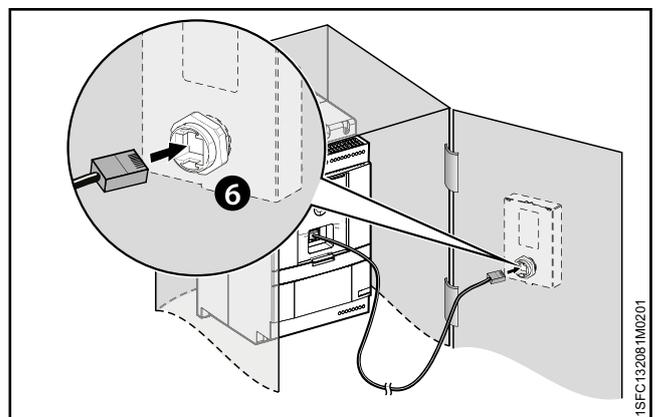

Рис. 4.11
4. Подсоедините другой конец сетевого кабеля к сетевому порту в задней части съемной панели управления, см. **6** на **Рис. 4.11**.